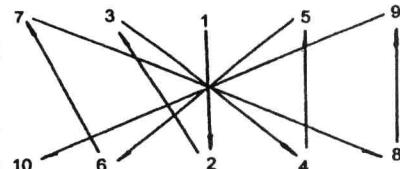

图 2-6 气缸盖螺栓的拧紧顺序
(1) 气缸盖定位销的安装。在将气缸盖装入气缸体之前，应该把气缸盖的 2 个定位销安装到气缸体上。
(2) 气缸衬垫的安装。按气缸衬垫的装配方向将其放到气缸体上，气缸衬垫的正面标记“TOP”指向曲轴皮带侧，侧面标记“EX”指向排气侧、“IN”指向进气侧。
(3) 气缸盖安装。把气缸盖放上气缸体，进气孔侧在右边、排气孔侧在左边（相对气缸体的曲轴皮带轮向前、飞轮向后）；旋上气缸盖的 10 个紧固螺栓，按顺序逐渐而均匀地拧紧各螺栓，拧紧力矩为  $53.9 \sim 58.8 \text{ N} \cdot \text{m}$ ，如图 2-6。